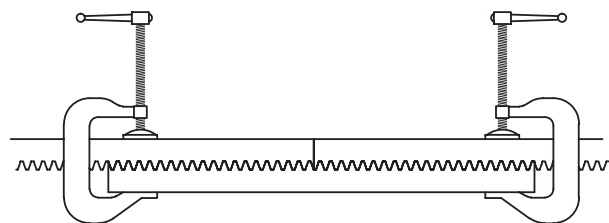

Fig. 1
- Für eine korrekte Ausrichtung und den richtigen Abstand zwischen den zwei Teilen der Zahnstange wird empfohlen, bei der Befestigung ein Verbindungselement zu verwenden, wie in Abb. 1 gezeigt.
- Pour un alignement et un pas corrects entre deux pièces de crémaillère, il est conseillé d'utiliser un élément de raccord en phase de fixation comme indiqué dans la fig. 1.
- Para efectuar la alineación y el paso correctos entre las dos partes de cremallera, conviene utilizar un elemento de empalme durante la fijación como se indica en la fig. 1.